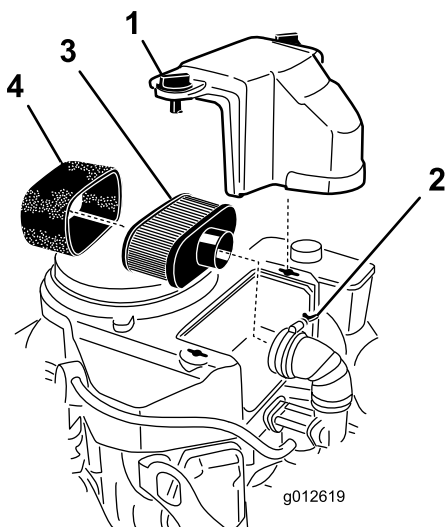

Bild 43
3. Reinigen Sie den Bereich um den Luftfilter herum, um zu verhindern, dass Schmutz in den Motor fällt und Schäden verursacht (Bild 43).
4. Lockern Sie die Handräder der Abdeckung und nehmen die Luftfilterabdeckung ab (Bild 43).
5. Lösen Sie die Schlauchklemme und entfernen Sie den Luftfilter (**Bild 43**).
6. Ziehen Sie den Schaumstoffeinsatz vorsichtig vom Papiereinsatz (**Bild 43**) ab.
1. Reinigen Sie den Papiereinsatz durch leichtes Klopfen, um Staub herauszurütteln. Wechseln Sie den Papiereinsatz aus, wenn er sehr schmutzig ist (**Bild 43**).
1. Schieben Sie den Schaumstoffeinsatz vorsichtig auf den Papiereinsatz (**Bild 43**).
2. Schieben Sie den Luftfilter auf das Luftfilterunterteil oder den Schlauch und befestigen ihn (**Bild 43**).
3. Setzen Sie die Abdeckung des Luftfilters auf und ziehen Sie das Handrad der Abdeckung fest (**Bild 43**).